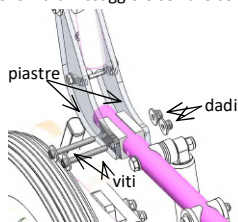

fig. 8.1: Reg. profund. parte posteriore
- **Regolazione profondità parte posteriore** (fig. 8.1):